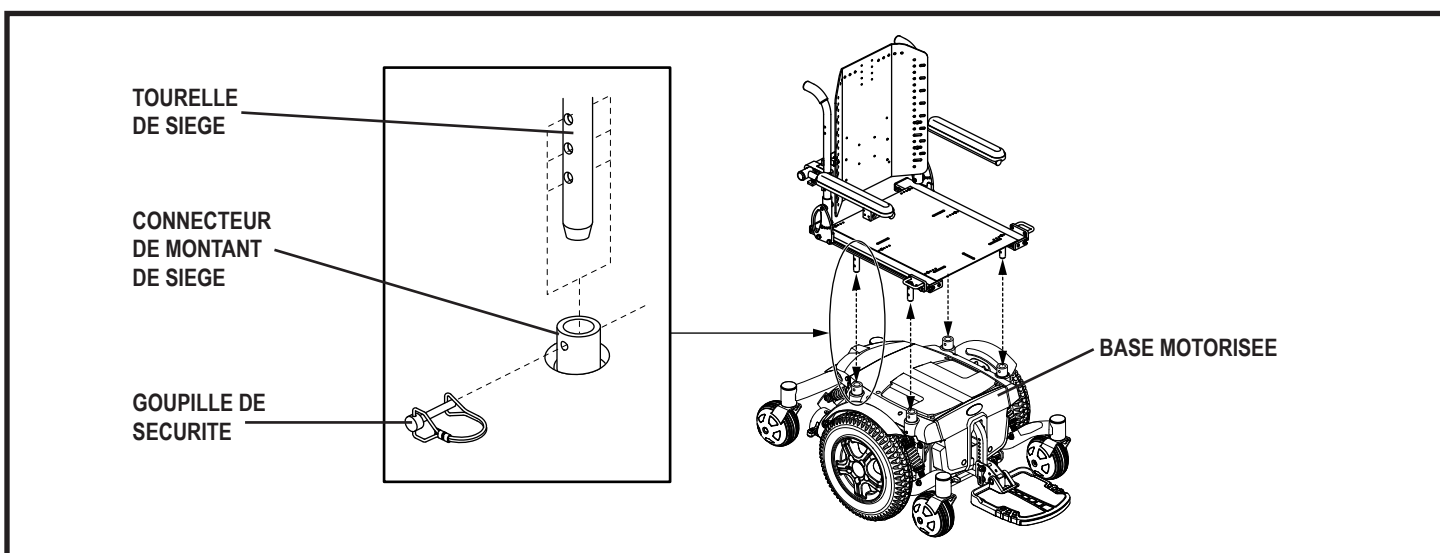

Figure 3. Enlèvement/installation du siège
1. Retirez la goupille de sécurité de tous les montants du siège. **Voir la figure 3.**
2. Descendez le siège tout en insérant les quatre montants dans les quatre tourelles de montage sur les coins. **Voir la figure 3.**